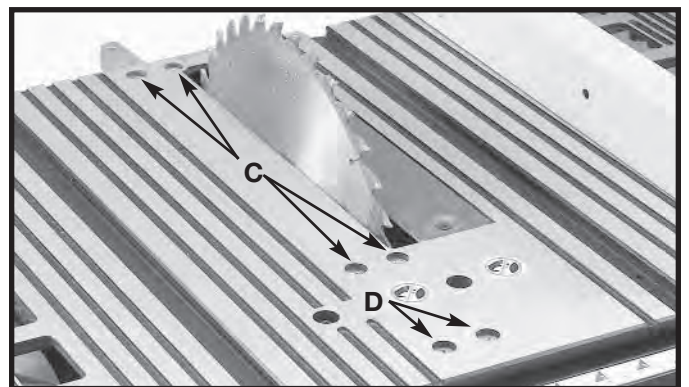

Fig. 37
2. El indicador señala la distancia desde la guía hasta la hoja de la sierra. Si se requiere una modificación, afloje el tornillo (C), Fig. 37, y realice el ajuste.
5. Si las medidas delanteras y traseras (Figuras 35 y 36) no son idénticas, ajuste la hoja. Comience por aflojar las tuercas debajo de los cuatro tornillos de la mesa (C), Fig. 37. Luego afloje los tornillos (C). Mueva con cuidado la hoja de la sierra hasta que quede paralela a la ranura de la guía de inglete. Una vez hecho esto, apriete con firmeza las cuatro tuercas debajo de los cuatro tornillos (C), Fig. 37.
NOTA: Si no se puede obtener una regulación suficiente al aflojar los tornillos (C), Fig. 37, afloje el tornillo (D), Fig. 37, según sea necesario para realizar el ajuste.